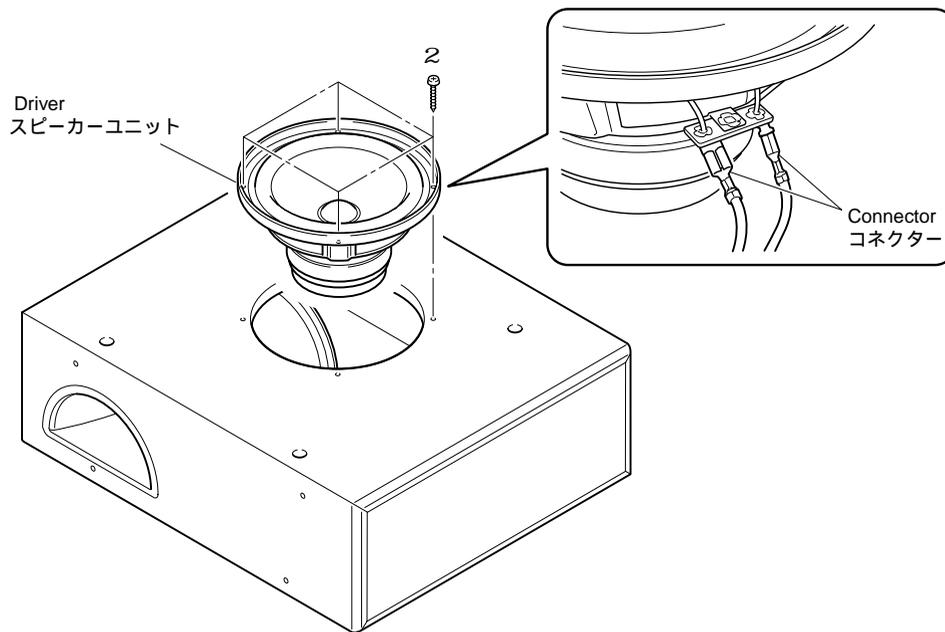

Fig. 2
- a. Remove 4 screws (2) and then remove the Driver. (Fig. 2)
- b. Disconnect the connector connected to the terminal of the Driver. (Fig. 2)
(Fig. 2)
- b. スピーカーユニットの端子に接続されているコネクタを外します。(Fig. 2)